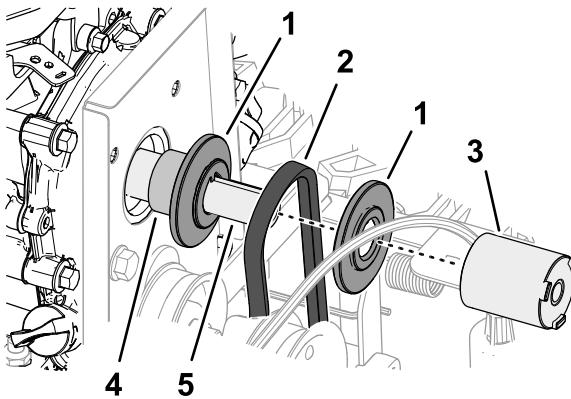

Figura 46
- Rimuovete il distanziatore della puleggia, la metà anteriore della puleggia scanalata e la cinghia di trazione da 87,6 cm dall'albero motore (Figura 46).